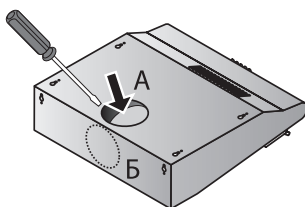

Рис. 1
- Для выхода воздуха в режиме вентиляции в корпусе вытяжки предусмотрены два круглых отверстия (А и Б), которые закрыты заглушками. Необходимо выбрать одно из отверстий, приподнять заглушку и срезать или отломать крепления (Рис. 1).